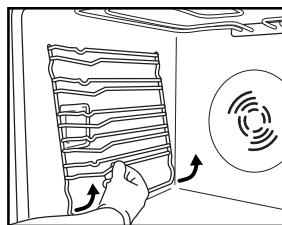

Fig. 3
1. Scoateți grătarele laterale de susținere ale accesoriilor (Fig. 3).
2. Scoateți grătarele laterale de susținere ale accesoriilor, dacă există în dotare (Fig. 3).